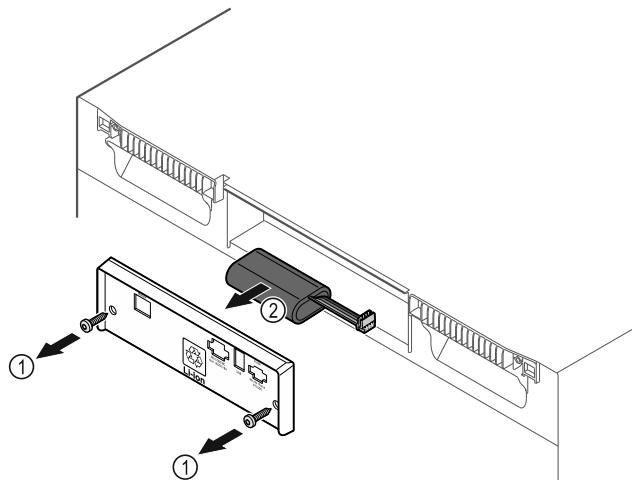

Fig. 229
- Lironi vidat dhe hiqni kapakun mbulues në anën e pasme të pajisjes Fig. 229 (1).
- Shkëputni baterinë dhe nxirreni jashtë Fig. 229 (2).